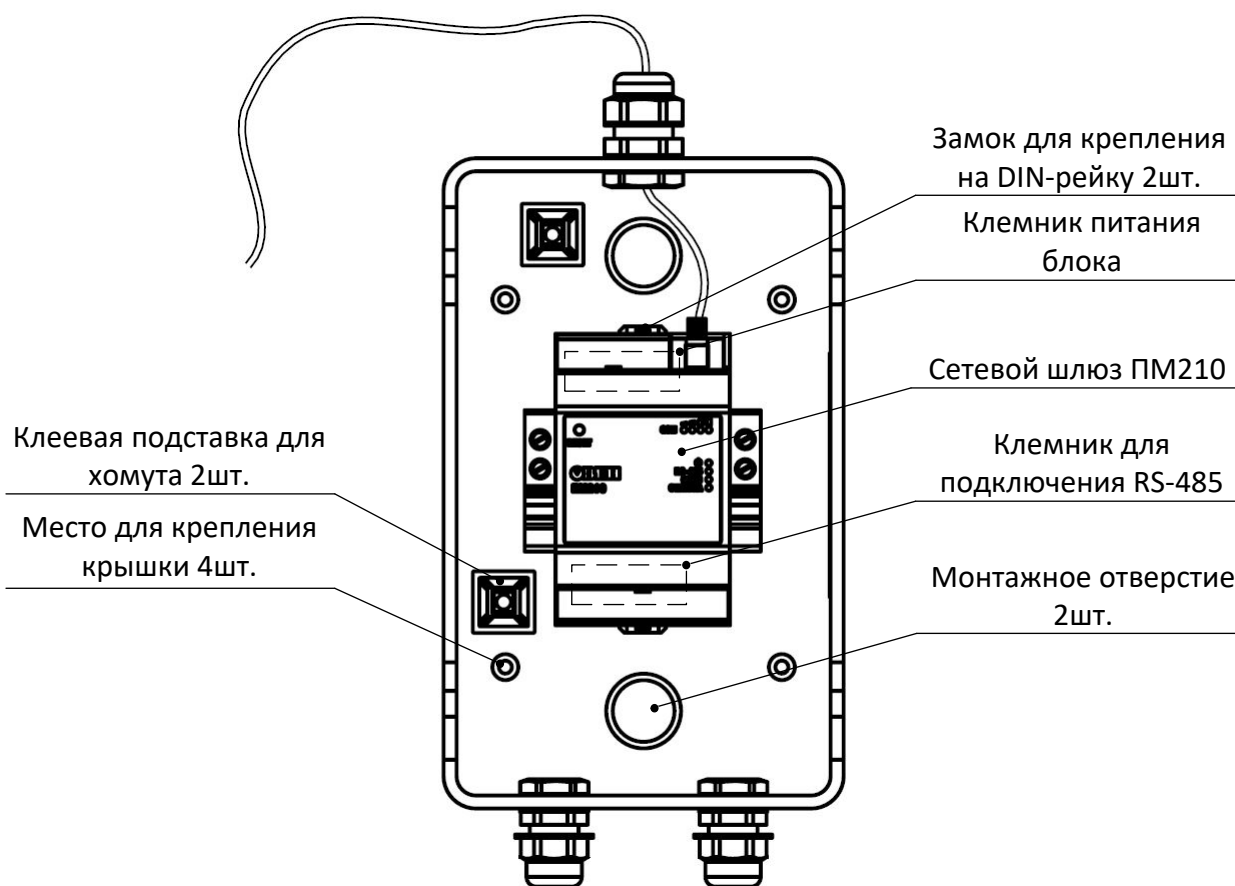

Рисунок 4.4 – Компоновка блока
2. Извлеките модем ПМ210 с DIN-рейки (отжать замки крепления на DIN-рейку модема ПМ210 см. рис. 4.4)
В блоке (см. рисунок 4.4) расположены: